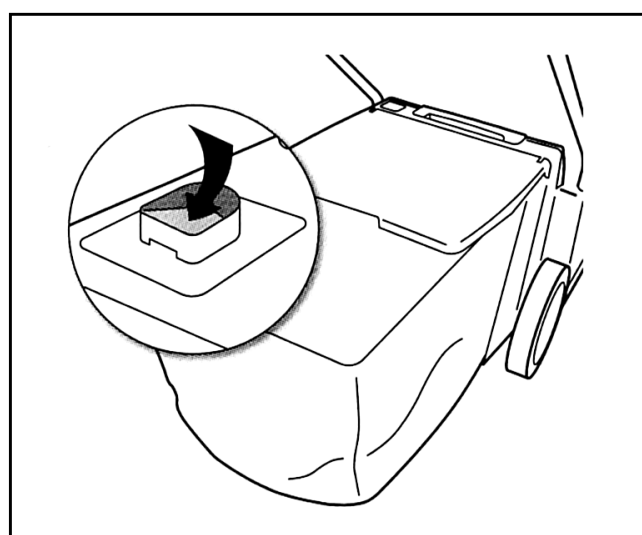

Fig. 17
- Soulevez le bouclier de sécurité, décrochez et retirez le sac de ramassage pour le vidanger. Habituez-vous à déceler le moment où le remplissage du sac est atteint et arrêtez-vous avant que l'herbe ne commence à s'accumuler sous le châssis. Le sac de ramassage du modèle N37M dispose d'un indicateur de remplissage (Fig. 17). L'indication <STOP> apparaît lorsque l'herbe ne pénètre plus à l'intérieur du sac.
Acostúmbrese a determinar el momento en que el recogedor esté lleno y deténgase antes de que la hierba comience a acumularse en el chasis. El recogedor del modelo N37M presenta un indicador de llenado (fig. 17). La indicación <STOP> aparece cuando la hierba no puede penetrar al interior del recogedor.
Habitue-se a detectar o momento em que o cesto está cheio e parar antes que a relva comece a acumular-se debaixo do chassis. O cesto de recolha do modelo N37M dispõe de um indicador de recolha (fig.17).
- Limpie la trampilla móvil regularmente con una escobilla (fig. 17).
- Limpe a pala móvel regularmente com uma vassourinha (fig.17).